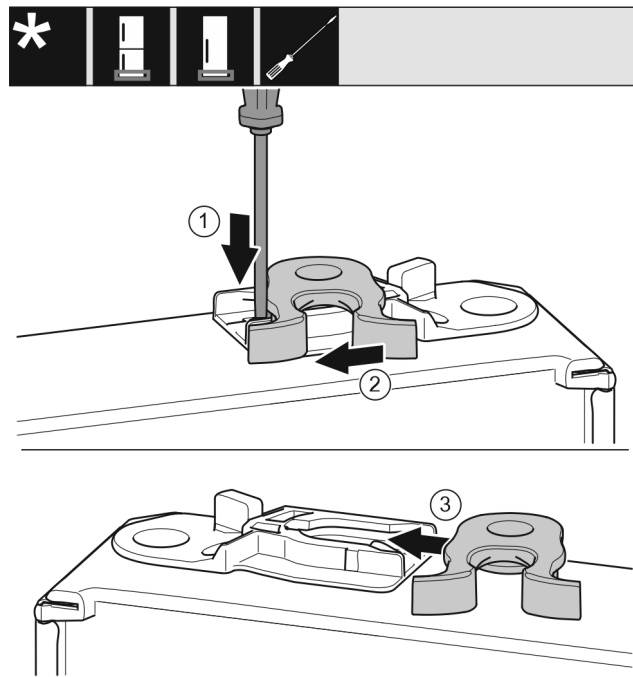

Fig. 51 *
- ▶ Nyomja le a fedőlemezt Fig. 51 (1) lapos csavarhúzóval.*
- ▶ Húzza ki a záróhorgot Fig. 51 (2) a vezetősínből.*
- ▶ Tolja be a záróhorgot Fig. 51 (3) a másik oldalon lévő vezetősínbe.*